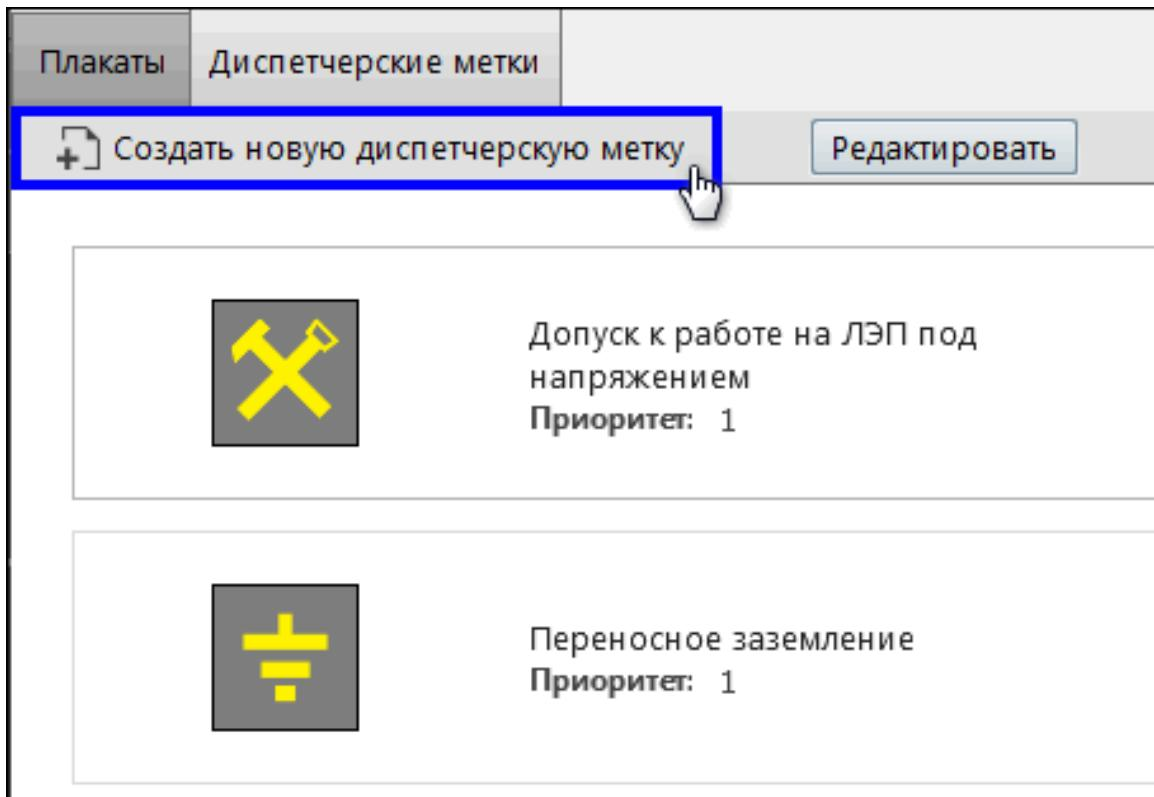

Рисунок 119 - Создать диспетчерскую метку
1. Нажмите **Создать новую диспетчерскую метку** (Рисунок 119).